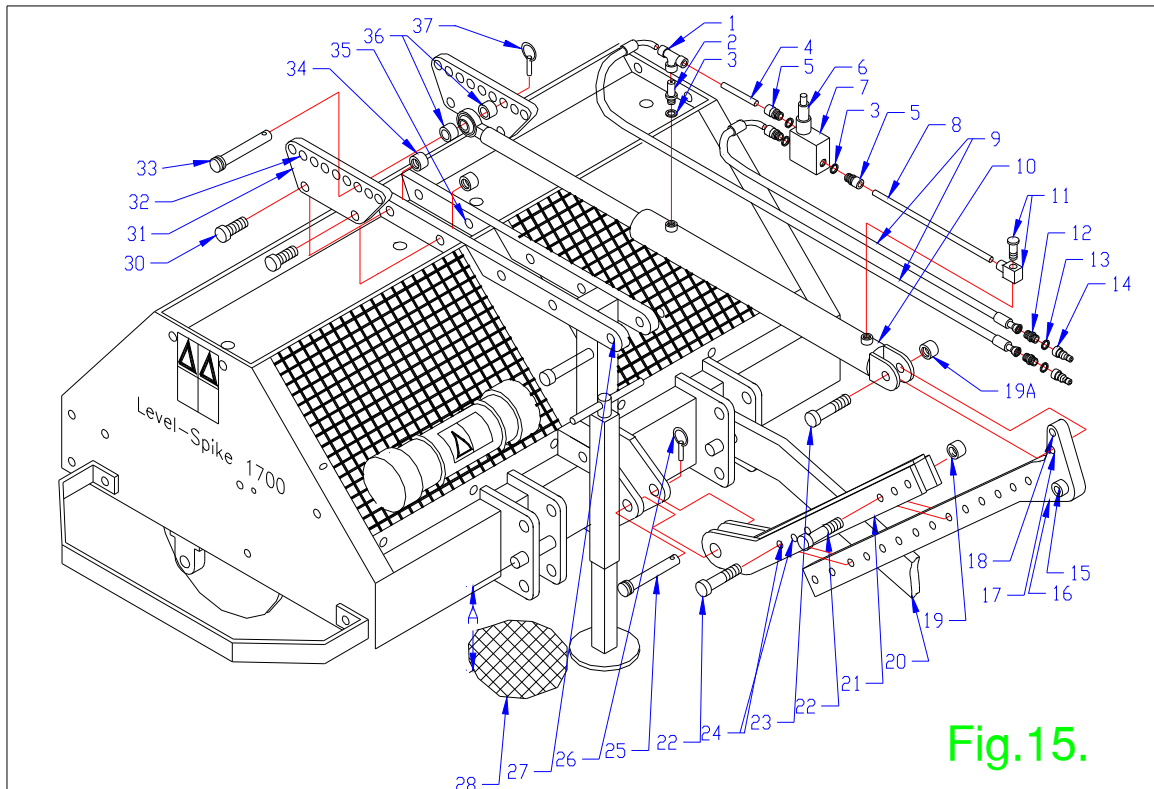

Fig.15.
12.6 KIT DE TRANSFERT DE POIDS, voir fig.15.
Assemblez les composants du vérin hydraulique, voir Fig. 15. Le réducteur de flux 2 est vissé au vérin hydraulique 10. Utilisez une rondelle en cuivre 3. Placez les trois connecteurs 5 sur la soupape de sûreté 7 à l'aide de rondelles 3. Faites complètement glisser les tubes 4/8 dans les connecteurs 5, la coquille de dérivation 1 et le connecteur à vis 11. Montez tout cela sur les orifices du vérin. Lorsque tout est bien emboîté, serrez tous les connecteurs, en maintenant la soupape 7 en position verticale et vers le haut. Les tuyaux 9 suivants peuvent être assemblés aux connecteurs 1 et 5. À l'autre extrémité du tuyau, un raccord fileté 12 peut être fixé, sur lequel un connecteur Fit rapide 14 peut être monté, à l'aide d'une rondelle en cuivre pour l'étanchéité. Lorsque tout est bien serré, l'assemblage du vérin hydraulique est prêt à fonctionner.
Assemblez les plaques symétriques 31 avec les boulons 30 et les écrous 34 en les faisant passer par les trous standard 35 de la machine, comme indiqué à la fig. 15.